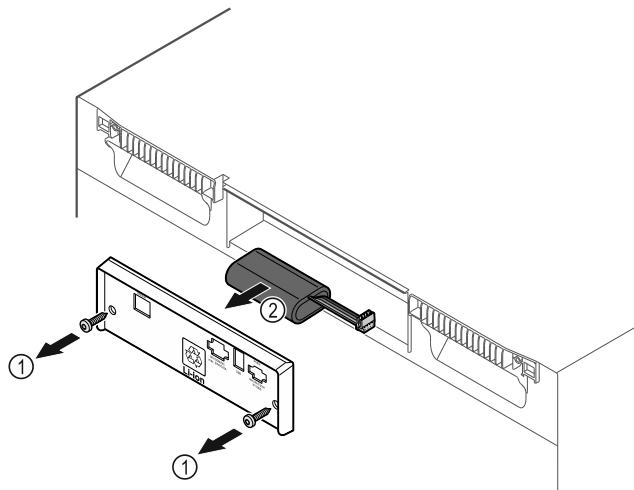

Fig. 174
- Schrauben herausdrehen und Abdeckung auf der Rückseite des Gerätes entfernen Fig. 174 (1).
- Batterie abstecken und herausnehmen Fig. 174 (2).